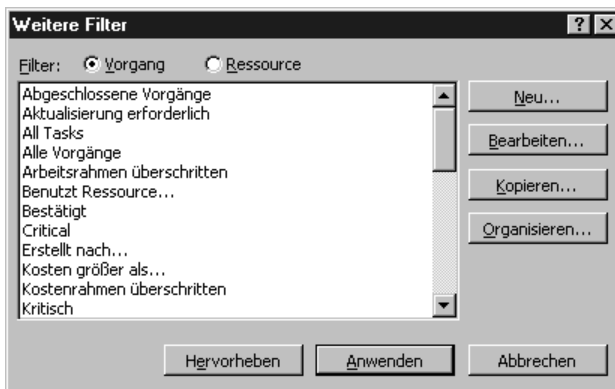

Abbildung 16.5:
3. Wenn der Standard-Filter, den Sie verwenden möchten im kaskadierenden Menü nicht angezeigt wird, wählen Sie PROJEKT, FILTER, WEITERE FILTER. Dann erscheint das Dialogfeld WEITERE FILTER (siehe Abbildung 16.5).